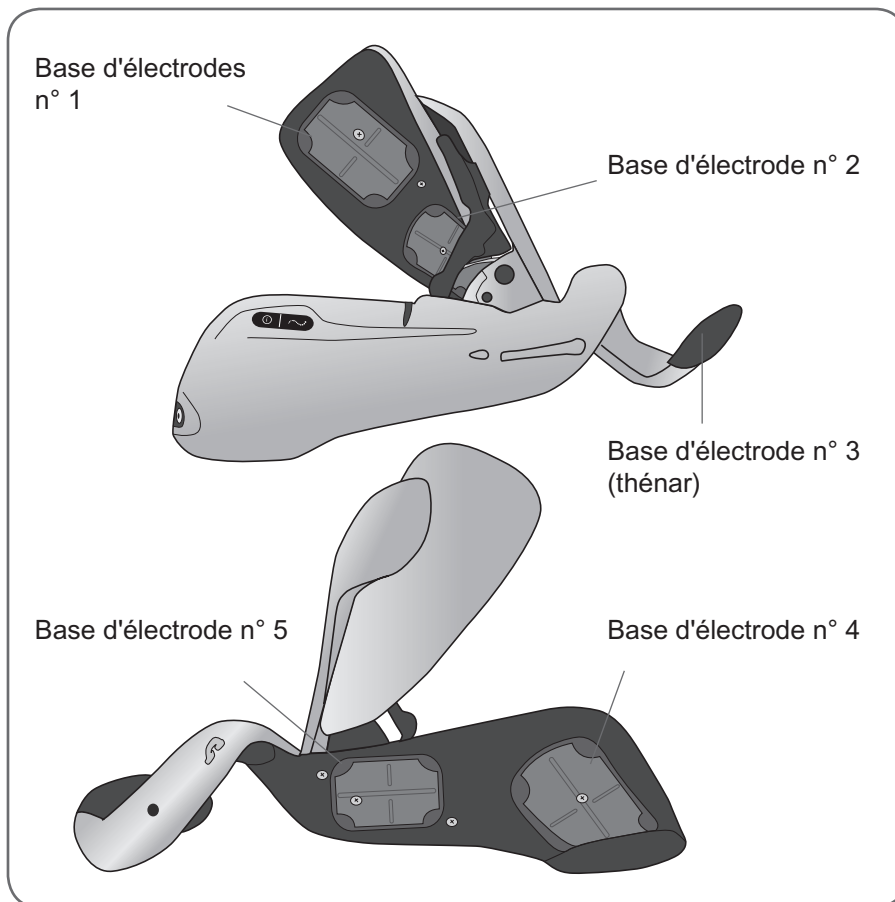

Figure 8-6 : Bases d'électrodes n° 1-n °5.
5. Repérez les bases d'électrodes correspondant aux électrodes en tissu. Reportez-vous à la Figure 8-6.